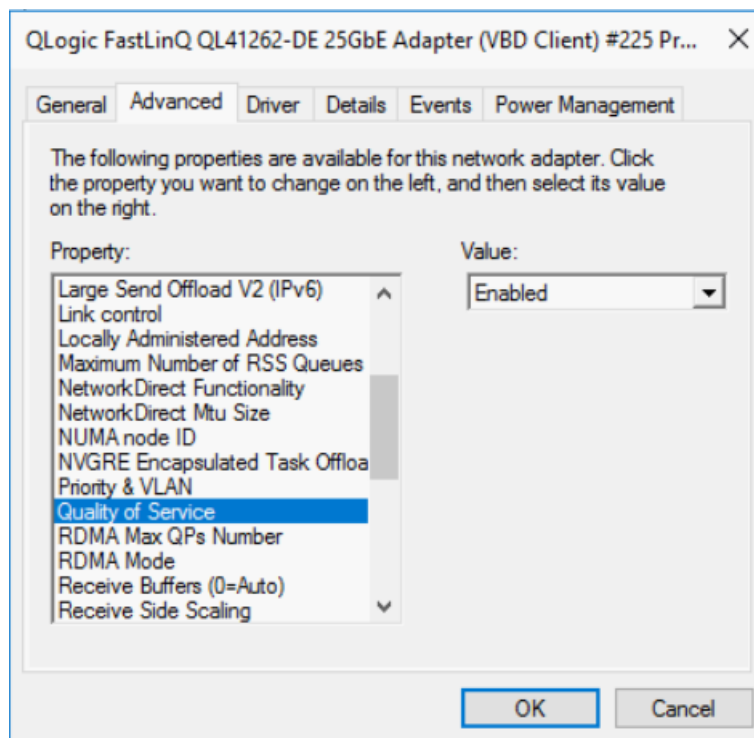

Figure 13-11. Propriétés avancées : Activation de QoS
- a. Sur la page Propriétés avancées de l'adaptateur (Figure 13-11), sous **Propriété**, sélectionnez **Qualité de service**, puis définissez la valeur sur **Activé**.